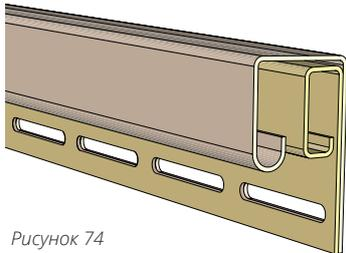

Рисунок 74
- 17.1 Под металлическим отливом оконного или прочего проема, под карнизным свесом монтируется J-профиль, совмещенный с финишной планкой (рис. 74).